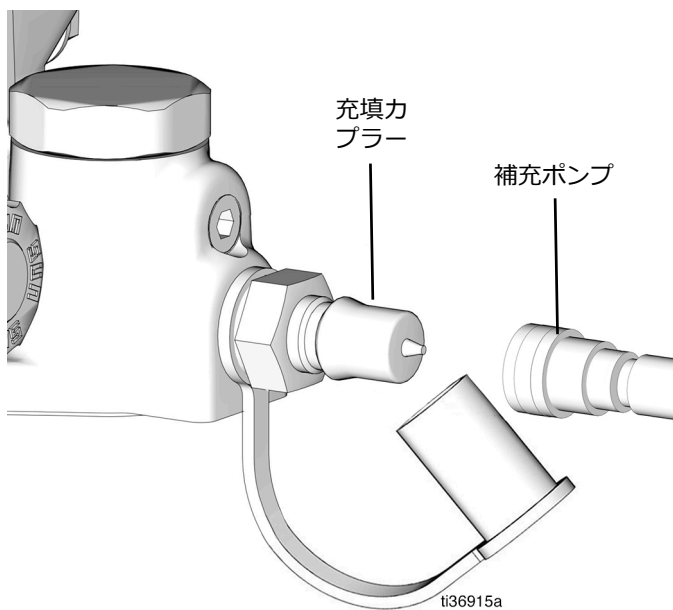

図 75
35. 補充ポンプを充填カプラーに接続してください (図 75)。